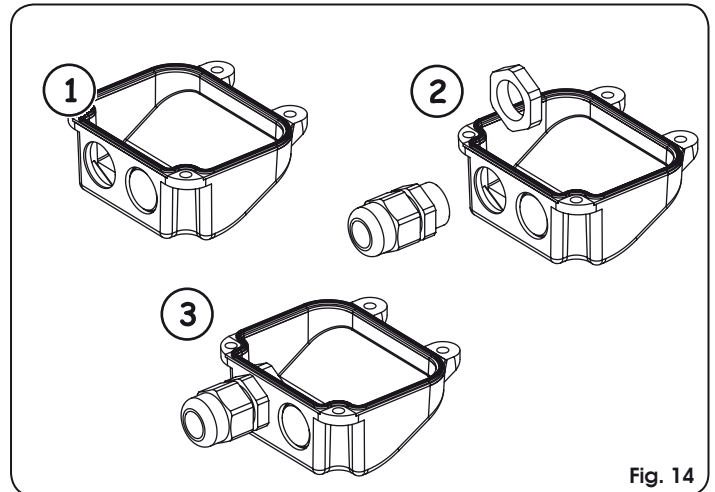

Fig. 14
1. Libere uno de los dos orificios situados en la tapa suministrada en dotación, Fig. 14. En caso de operadores con final de carrera, deben liberarse ambos orificios.